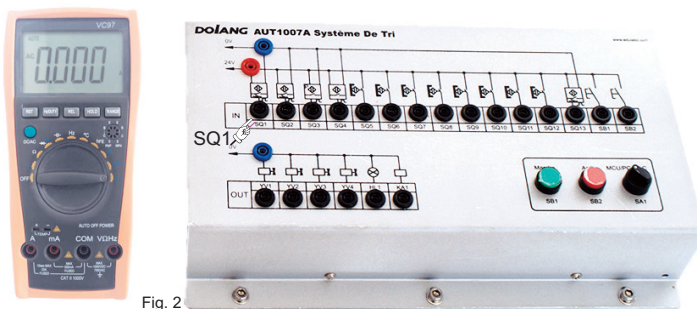

Fig. 2
- 2 Brancher un voltmètre entre les bornes du capteur SQ1 (figure 2).